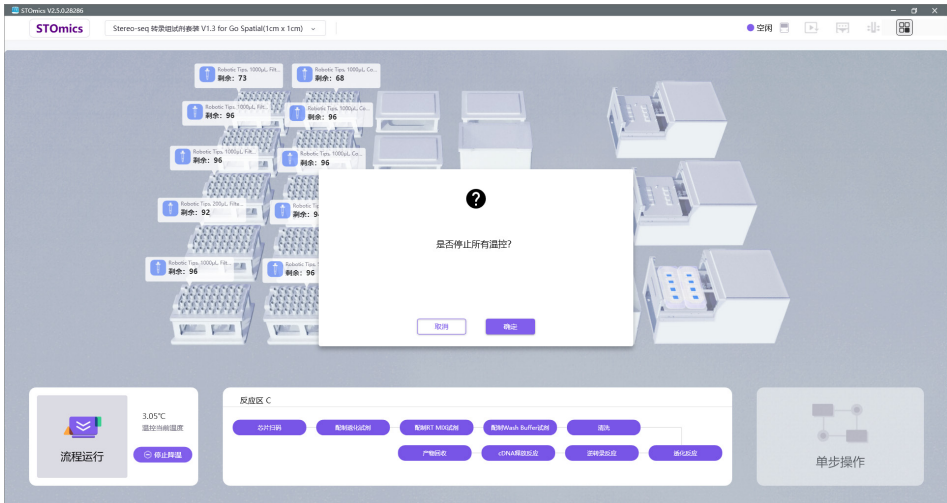

图 3-36 STOmics 软件流程结束界面
- a. 应用流程运行结束后，会弹出“是否停止所有温控”的弹窗（图 3-36），暂时不操作软件界面，直接打开设备舱门，平稳小心地从深孔板区拿出 96 孔深孔板，释放后的 cDNA 产物存储于此；
温控提示的弹窗出现时或点击“取消”按钮后（图 3-36），低温试剂区仍会保持在 4 $^{\circ}$ C 及以下，请本阶段及时回收剩余试剂；待试剂以及 cDNA 回收完成后，再停止所有温控。
b. 确定试剂已回收后，点击图 3-36 的“确定”即结束全流程，此时低温试剂区的温控停止，温度逐渐恢复至室温。